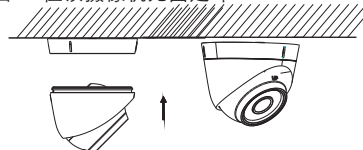

图3-13 安装固定外壳与球体
- 2.转动固定外壳，使外壳边的缺口对准底座上任意一条凸出的筋条，如图3-13。使用硬币或其它工具撬缺口处，将底座与外壳分离开。
- 3.使用M4螺钉将底座按照安装贴纸固定在墙面上，然后将球体连带固定外壳一起推入底座，如图3-13所示。